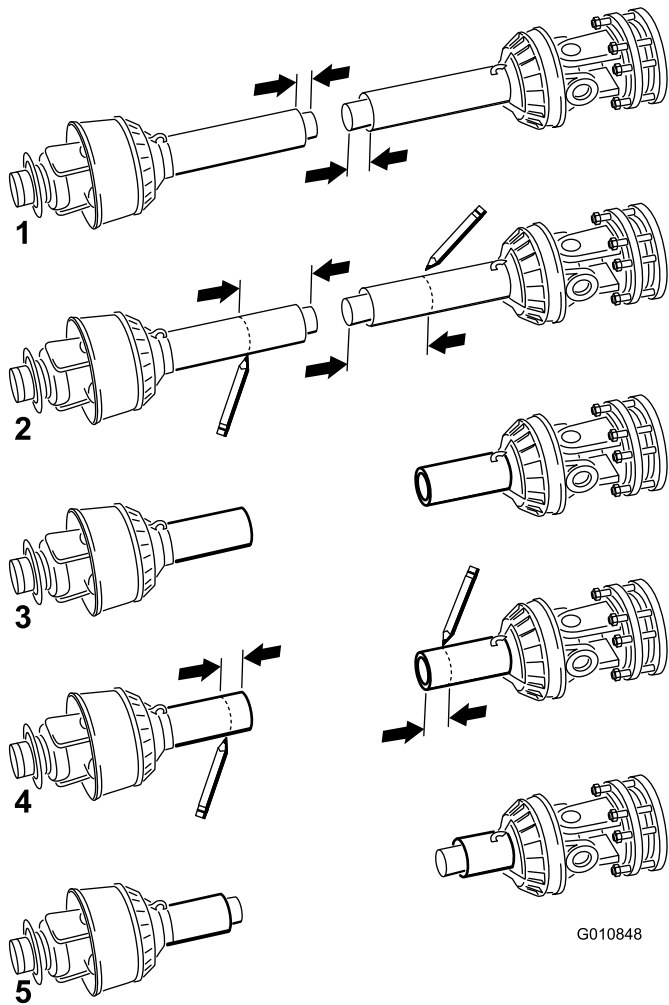

Figure 15
10. Séparez les deux moitiés de l'arbre de PDF (Figure 15, illustration 1).
11. Mesurez la distance de l'extrémité de chaque tube à son enveloppe de protection (Figure 15, illustration 1). Notez ces distances.
12. Utilisez les dimensions déterminées à l'étape 8, repérez, marquez et coupez l'enveloppe et le tube sur chaque moitié de l'arbre de PDF (Figure 15, illustrations 2 & 3).
13. En vous aidant des dimensions déterminées à l'étape 11, repérez, marquez et coupez juste les enveloppes de sécurité pour exposer les tubes (Figure 15—illustrations 4 & 5).